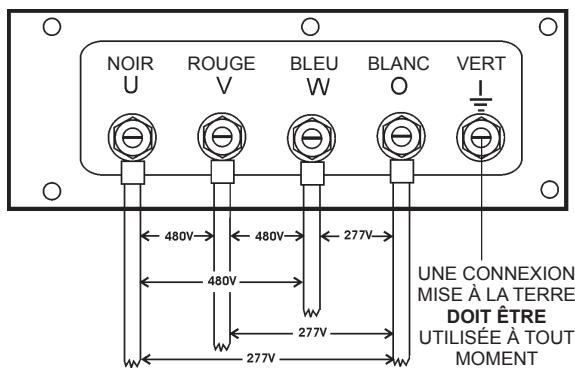

Figure 25. Cosses de sortie UVWO Connexions 3Ø-440/254V
2. Connecter les fils de charge aux bornes UVWO comme indiqué dans la Figure 25.